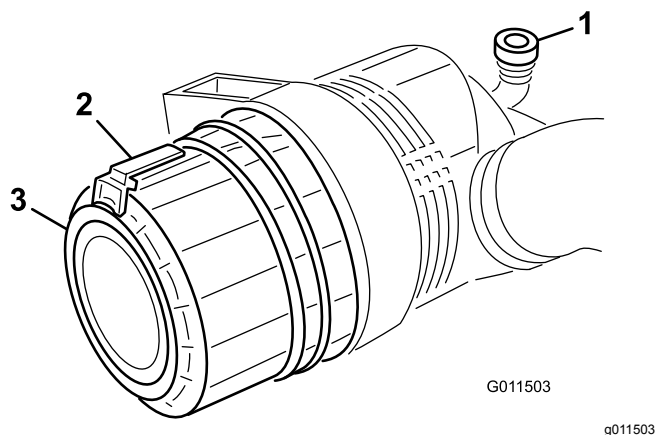

Рисунок 47
2. Оттяните защелку наружу и поверните крышку воздухоочистителя против часовой стрелки (Рисунок 47).